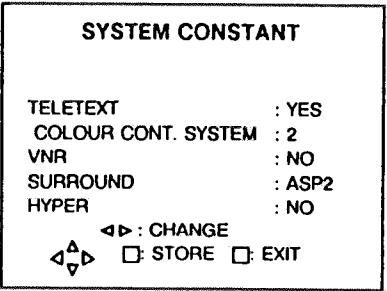

Fig. 2
- 3) Mientras esté visualizándose PRESET MODE, presione simultáneamente los botones DISPLAY y VSM STANDARD para que aparezca la pantalla SYSTEM CONSTANTS indicada en la Fig. 2.